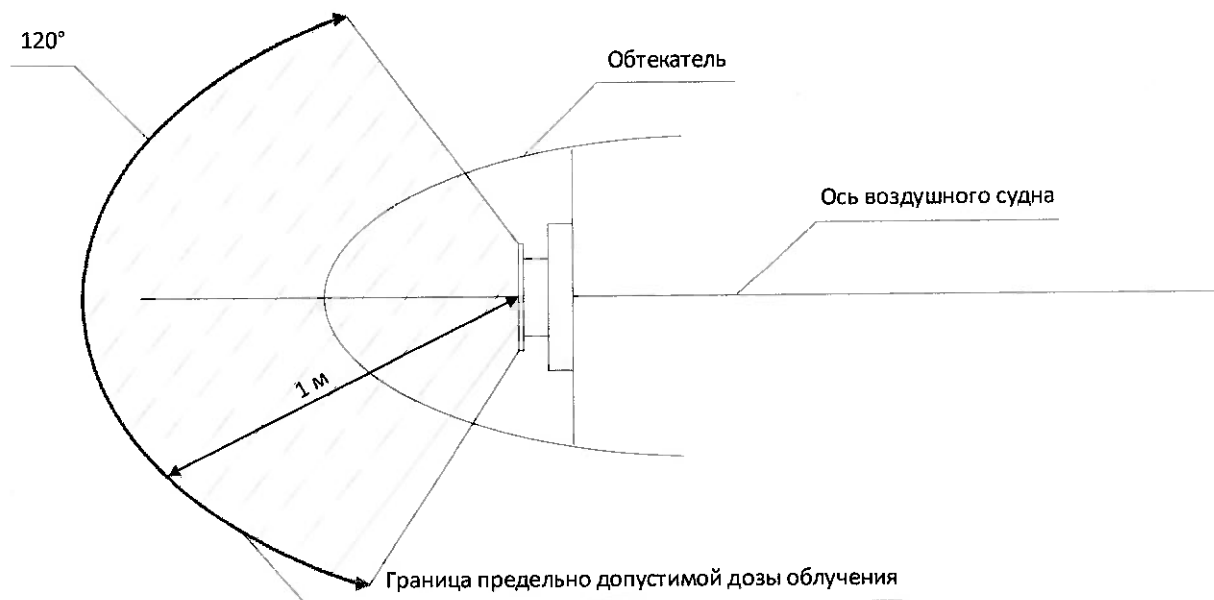
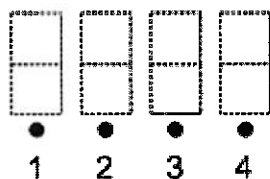

Рисунок 1 – Граница предельно допустимой дозы облучения
Рисунок 2 – Блочный индикатор на лицевой панели изделия
Рисунок 2а – Крышка «USB»
Рисунок 2б – Крышка «USB» у основания
2.2.5 Схемы подключения к изделиям А813М-20-XXX (рисунок 1) и 1А813М-XXX (рисунок 2) сопрягаемых систем приведены в приложении 1. Возможность установки изделия на различных ВС требует конфигурирования изделия под соответствующую схему соединения с сопрягаемыми системами. Конфигурирование изделия для конкретного ВС осуществляется на заводе-изготовителе в соответствии с согласованными схемами подключения и протоколами информационного взаимодействия с сопрягаемыми системами.